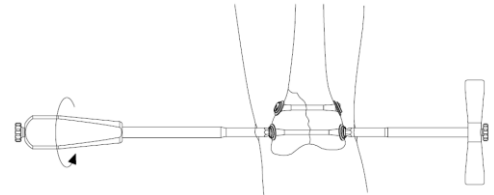

図 5
- 5) 2 本以上のスクリューを使用する場合は、1) ～4) と同様の手順で挿入し、骨折面に均等に圧迫力が働くよう、相互に圧迫固定を行って下さい。（図 5）